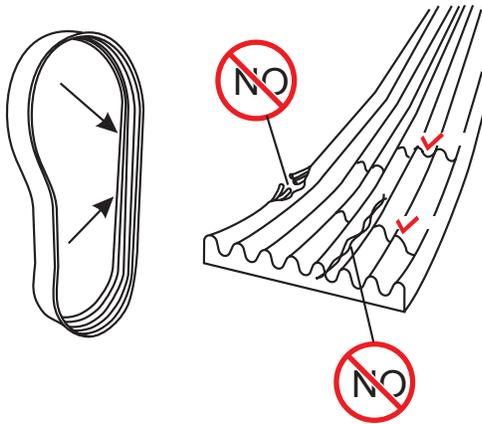

Figura 35. Comprobación de desgaste
2. Compruebe regularmente la correa trapezoidal de poli para ver si está desgastada. Si se detecta desgaste (Figura 35), se debe reemplazar la correa de inmediato.